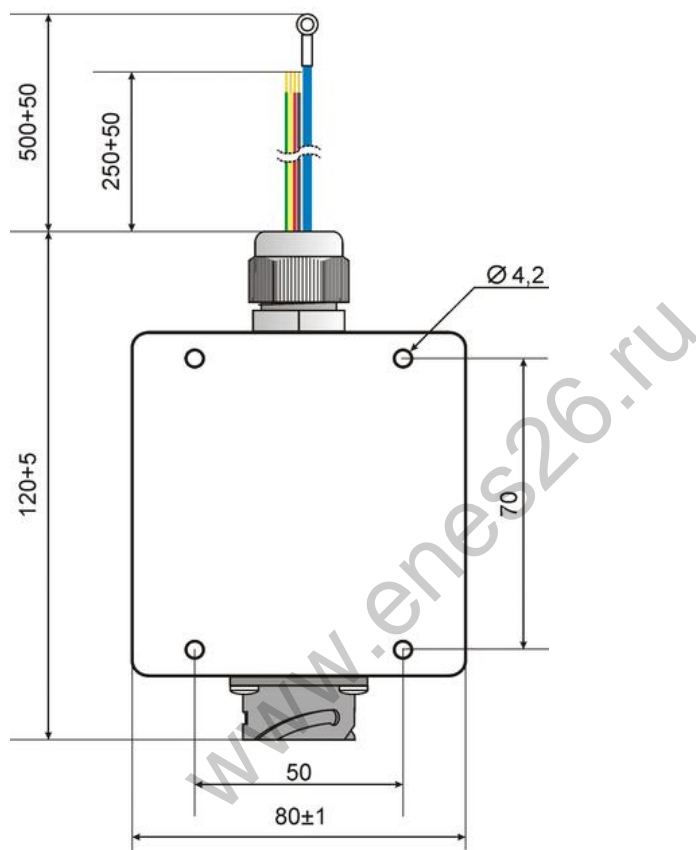

Рис. 3
7.4 Допускается крепить Устройство на панель, при этом необходимо снять крышку корпуса и четырьмя винтами М4 через отверстия диаметром 4,2 мм рис.3 закрепить Устройство на панели.